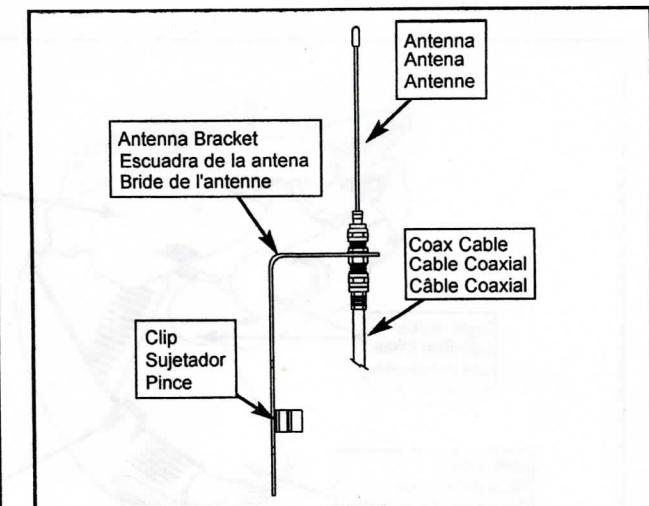

Fig.5
13. Connect Antenna Bracket (Fig. 5)
13. Conectar la escuadra de la antena.(Fig. 5)
13. Connecter la bride de l'antenne (fig. 5)